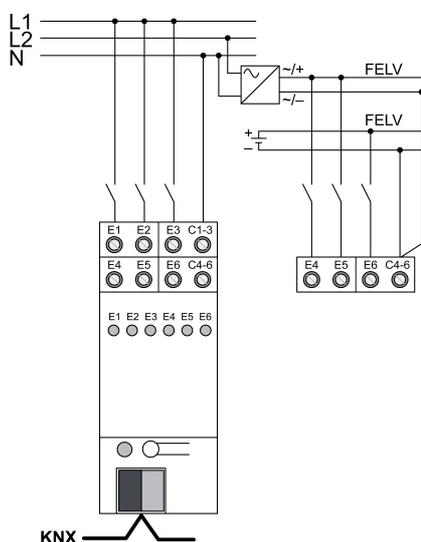

Figura 4: Conexión conjunta de circuitos de corriente de red y de baja tensión
- ❗ Al realizar la conexión simultánea de circuitos de corriente alimentados por red eléctrica, para los circuitos de baja tensión conectados serán válidas las normas de instalación según MBTF – independientemente de la seguridad de la fuente de corriente (figura 4).